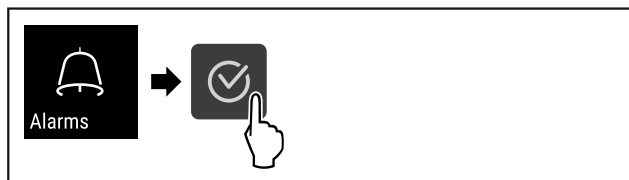

Fig. 110
- ▶ Stappen (zie Fig. 110) uitvoeren.